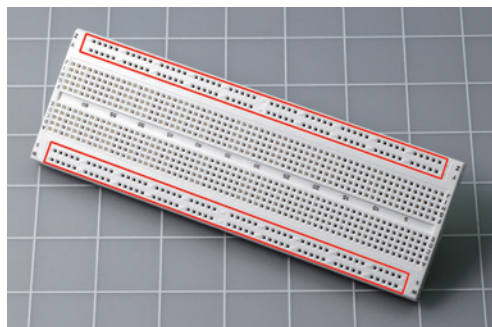

图 2-11 双总线面包板有四长排小孔，在照片中用红色圈出了轮廓。我不再推荐使用这种面包板了
**面包板选项 3：双总线面包板**，如图 2-11 所示。它的两侧每边都有两长排孔，即双总线，在照片中用红色圈出了轮廓。我在本书的第 1 版中使用了这种面包板，因为这样更加方便。后来，我发现人们在第一次使用它时很容易出现连线错误，所以我再也不推荐使用双总线面包板了。